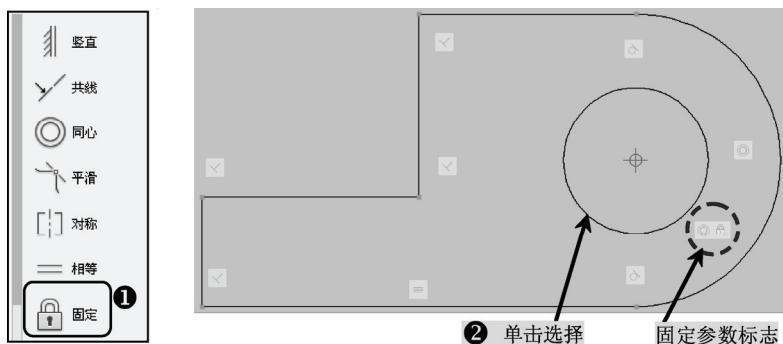

图 10-20 固定参数操作
9) 在块编写选项板上单击选择“几何约束”选项卡，选择“固定”工具，对图中所示的圆进行“固定”参数编辑，如图 10-20 所示（“固定”用于保证图形作为动态零部件插入时图形线条固定在相对于世界坐标系的特定位置和方向上）。